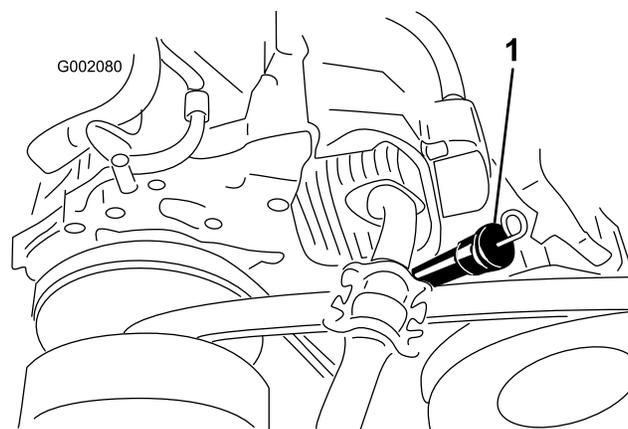
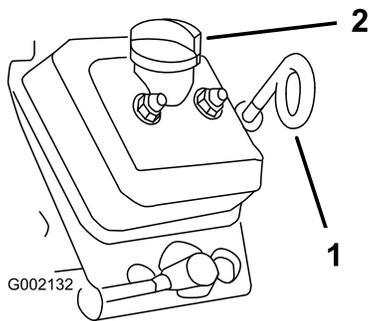

Bild 15
Bild 16
- Modelle **07266TC und 07279**: Ölpeilstab und Einfüllstutzen (Bild 15).
- Modelle **07273** und **07273TC**: Ölpeilstab und Einfüllstutzen (Bild 16).
4. Ziehen Sie den Ölpeilstab heraus und wischen das Ende ab (Bild 15 und Bild 16).
5. Stecken Sie den Ölpeilstab vollständig in den Einfüllstutzen (Bild 15 und Bild 16). Ziehen Sie den Peilstab wieder heraus und prüfen Sie das Stabende.
6. Stecken Sie den Ölpeilstab vollständig ein (Bild 15 und Bild 16).